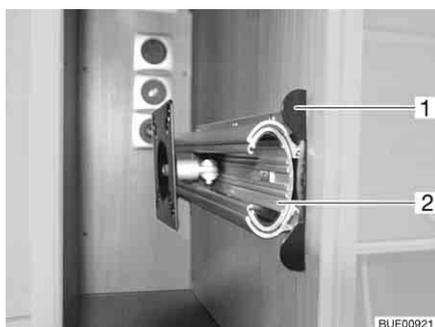

Fig. 46 Soporte en el armario de TV
- Hundir el listón de desbloqueo (Fig. 46,1).
- Extraer el dispositivo de extracción (Fig. 46,2) hasta el tope.
- Introducir el dispositivo de extracción (Fig. 46,2) hasta que engatille el listón de desbloqueo (Fig. 46,1).